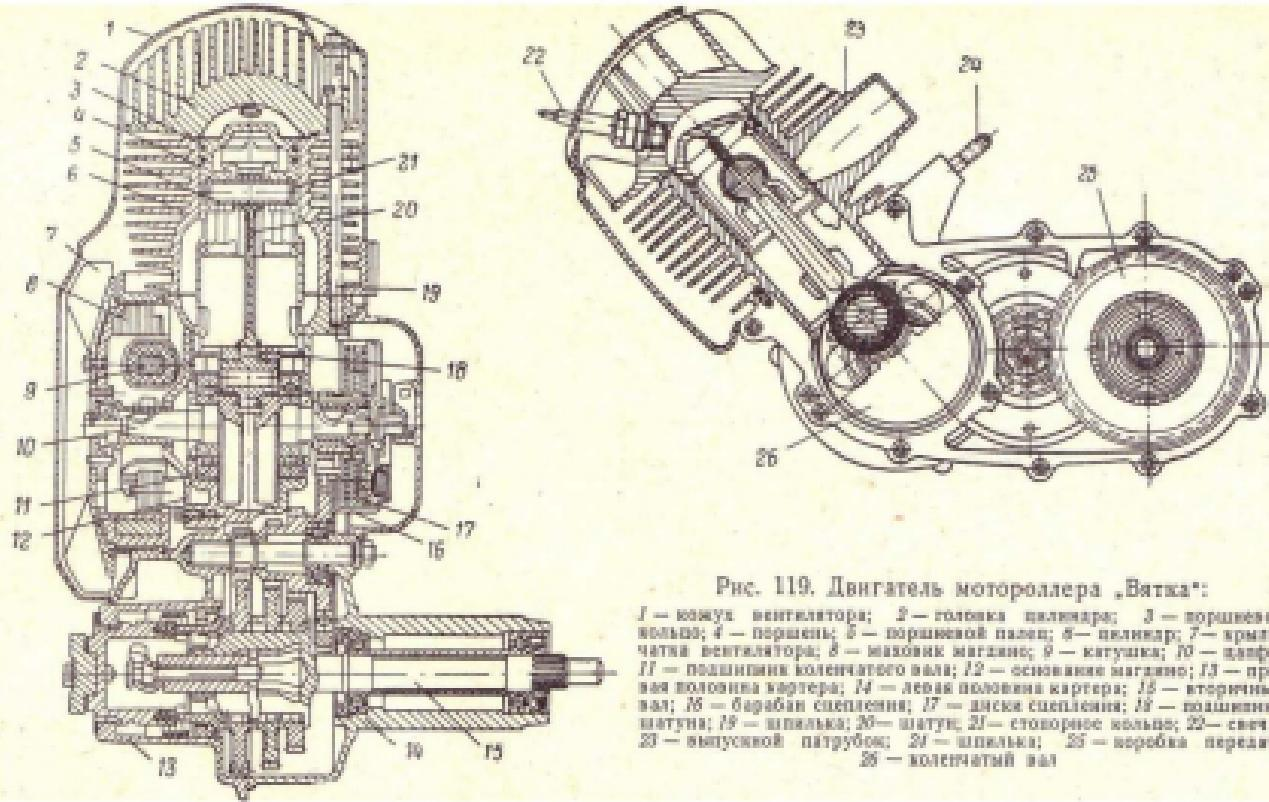

Рис. 119. Двигатель мотороллера „Ватка”:
**Двигатель.** На мотороллере ВП-150 установлен одноцилиндровый двухтактный двигатель с краизошпинно-камерной продувкой и принудительным воздушным охлаждением мощностью 4,5 л. с. (рис. 119).